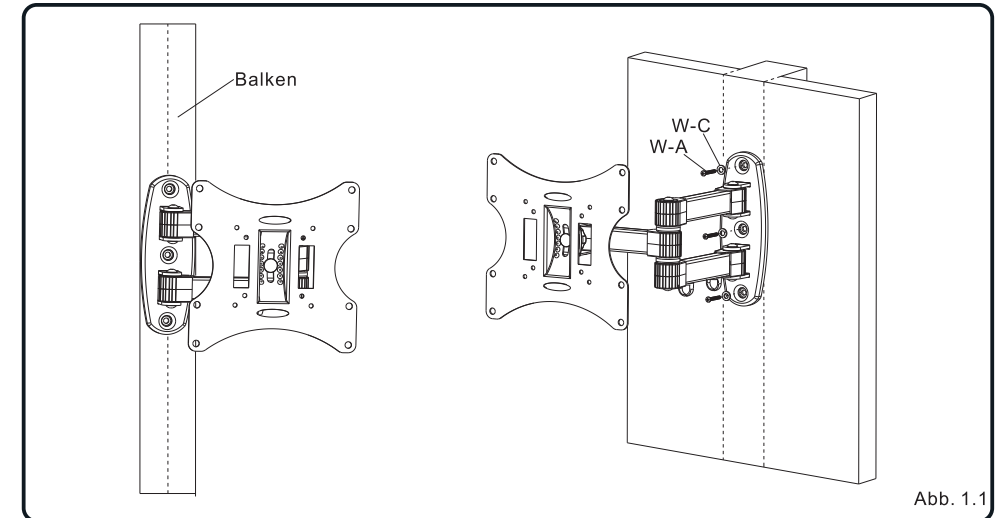

Abb. 1.1
- Bohren Sie drei Löcher mit Durchmesser 3mm und Tiefe 30mm. Achten Sie darauf, dass die Halterungsplatte waagrecht sitzt und schrauben sie mit drei Holzschrauben (W-A) und drei Unterlegscheiben (W-C) fest, wie in Abb. 1.1